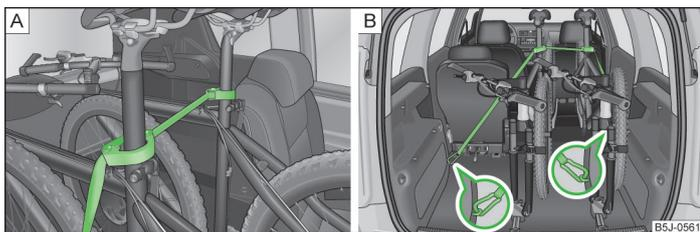

Fig. 56 Asegurar las bicicletas
- Colocar la abrazadera con la pieza de goma hacia delante (en el sentido de la marcha) en la parte más baja posible del soporte del sillín y cerrarla » fig. 56 - .
- Para transportar dos bicicletas, tensar la correa » fig. 56 - entre los sillines separando las bicicletas.
- Enganchar los mosquetones en los extremos de la correa en las argollas de retención detrás de los asientos traseros» fig. 56 - .